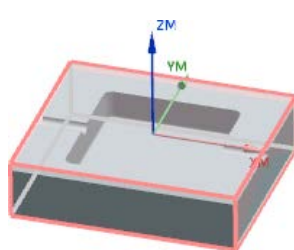

图 10.5 毛坯几何体
Step3. 单击“毛坯几何体”对话框中的按钮，系统返回到“工件”对话框，完成图 10.5 所示毛坯几何体的创建。